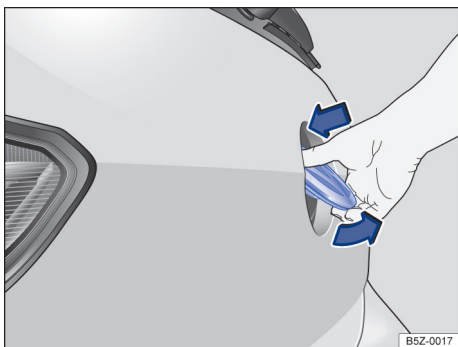

Fig. 50 Abrir a tampa traseira por fora.
- Com o polegar, pressionar a parte superior do logo Volkswagen → Fig. 50 e rebatê-lo para fora por baixo. Tocar com a mão embaixo do logo e levantar a tampa traseira.